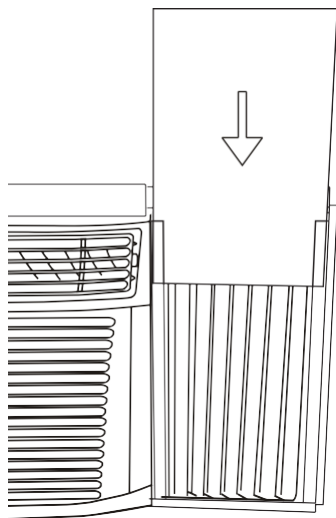

Imagen 13
Paso 3. Deslice el panel aislante R1 en la cortina lateral, el lado estampado debería quedar hacia el interior (Imagen 13).